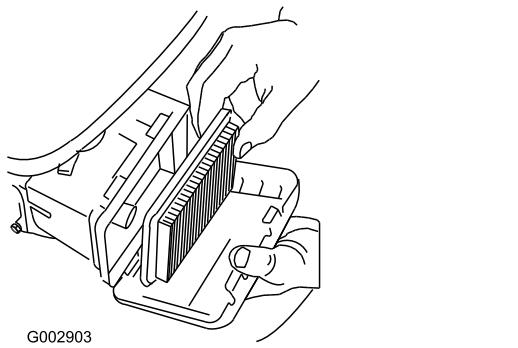

Figure 18
- Déposez le filtre à air (Figure 18).